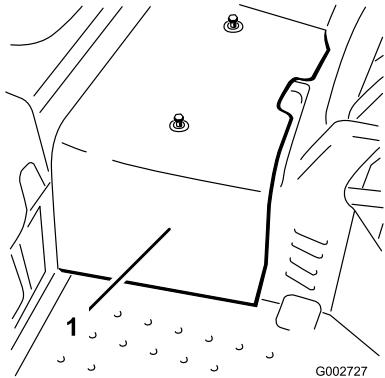

Figure 44
2. Desserrez les 2 vis qui fixent le carénage central à la machine et déposez le carénage (Figure 44).